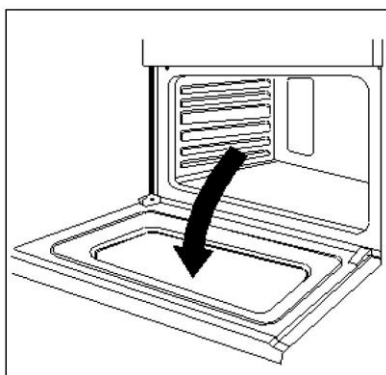

Figure 8
1. Veuillez ouvrir complètement la porte (voir la figure 8).